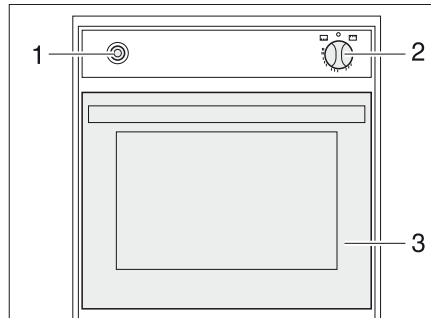

Bild 324 Gasugn (Spinflo)
- Öppna ugnsluckan (Bild 324,3) helt.
- Tryck lätt på vridregulatorn (Bild 324,2) och ställ den på "🔥" (ugn) eller "GRILL" (grill).
- Tryck på vridregulatorn (Bild 324,2) under 5 till 10 sekunder. Gasen strömmar till brännaren.
- Tryck på tändaren (Bild 324,1) tills lågan tänds.
- Ställ vridregulatorn (Bild 324,2) på "0". Flammen slocknar.